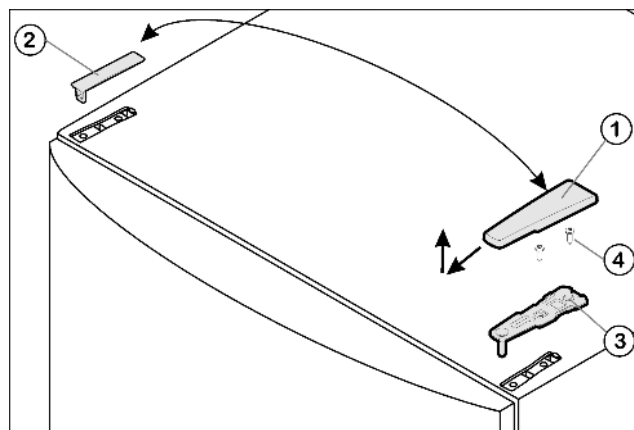

Fig. 4
- Потяните крышку Fig. 4 (1) вперед и вверх.
- Снимите крышку Fig. 4 (2).
- Открутите верхний опорный кронштейн Fig. 4 (3)(2 шт. Torx® 25) Fig. 4 (4) и вытяните вверх.
- ▶ Установите верхний опорный кронштейн Fig. 4 (3) на новой стороне шарнира и защелкните в дверце.
- ▶ Привинтите верхний опорный кронштейн (с моментом 4 Нм) (2 шт. Torx® 25) Fig. 4 (4). При необходимости проделайте отверстия или используйте аккумуляторную отвертку.
- ▶ Наденьте и защелкните крышку Fig. 4 (1) и крышку Fig. 4 (2) на противоположной стороне снаружи.